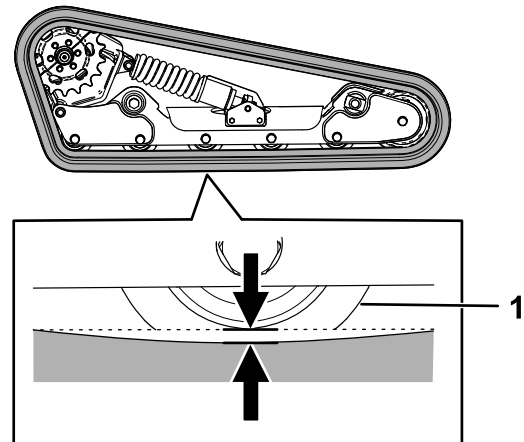

Bild 56
Eine Seite der Maschine anheben/abstützen und mit dem Gewicht der Kette prüfen, ob der Abstand zwischen der Unterseite der Lippe des Straßenrads und der Kette 1,3 cm beträgt, wie in **Bild 56** dargestellt. Stellen Sie sonst die Kettenspannung mit den folgenden Schritten ein.
5. Drehen Sie die Spannschraube mit einer $\frac{1}{2}$ " Antriebsknarre, bis die Auslenkung der Kette 1,3 cm beträgt, wie in Bild 56 dargestellt.
9. Kontrollieren Sie, dass die Auslenkung der Kette 1,3 cm beträgt, wie in Bild 56 dargestellt. Stellen Sie sie bei Bedarf ein.
20. Drehen Sie die Spannschraube mit einer ½" Antriebsknanne gegen den Uhrzeigersinn, bis die Auslenkung der Kette 12,7 mm beträgt, wie in **Bild 56** dargestellt.